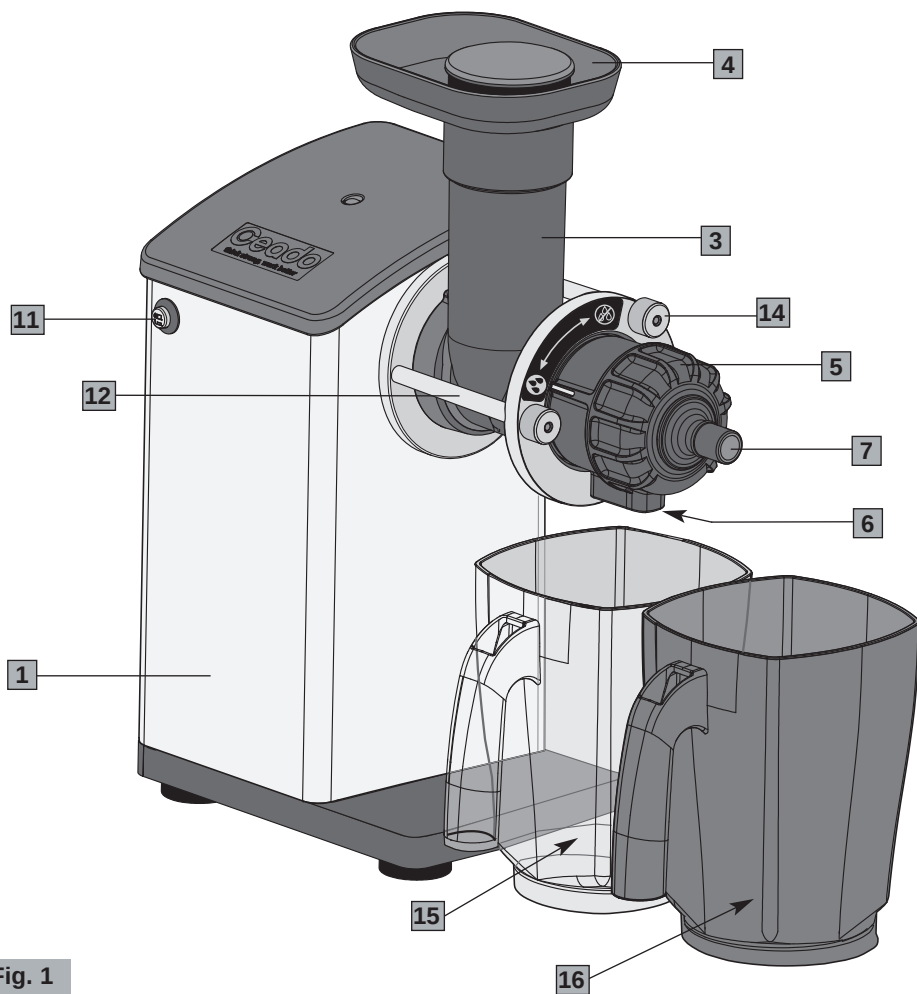
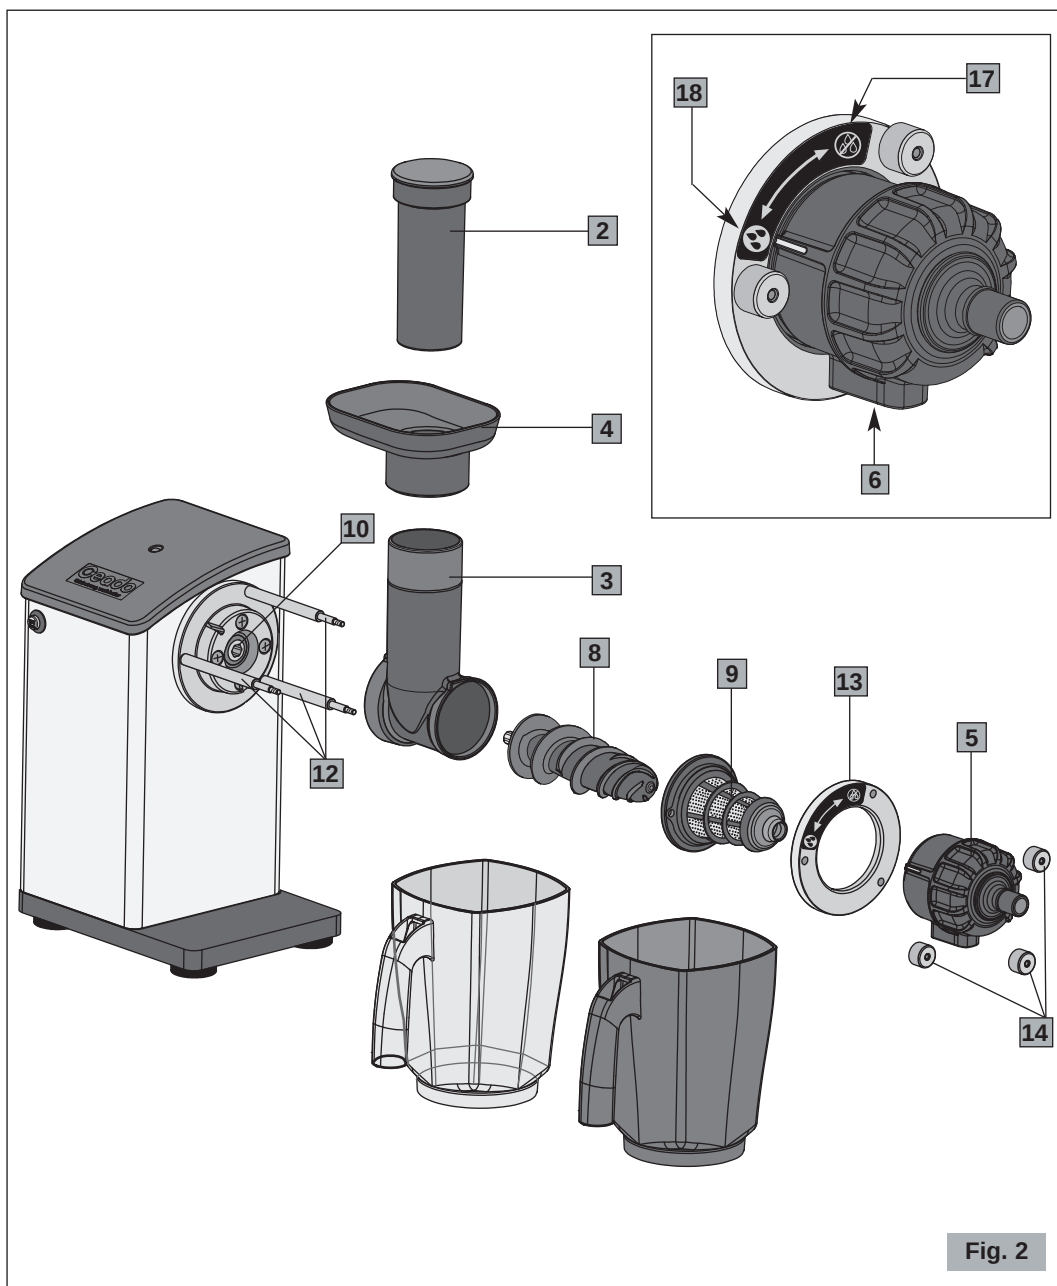

Fig. 1
Fig. 2
Componentes principales (Fig. 1 - Fig. 2)
Antes de conectar el enchufe a la toma de corriente, controlar que el interruptor ON-OFF (11 Fig. 1) esté en posición "O" de apagado.
- 3** Colocar el contenedor de zumo (15, Fig. 1) bajo la salida del zumo y el contenedor de pulpa (16, Fig. 1) bajo la descarga de residuos.
Durante el funcionamiento del aparato el cubre filtro (5, Fig. 1) debe estar en posición abierto (símbolo "tres gotas"). Tras haber detenido el motor, para evitar el goteo, cerrar el cubre filtro girándolo de 90° en sentido horario (símbolo "stop gotas").